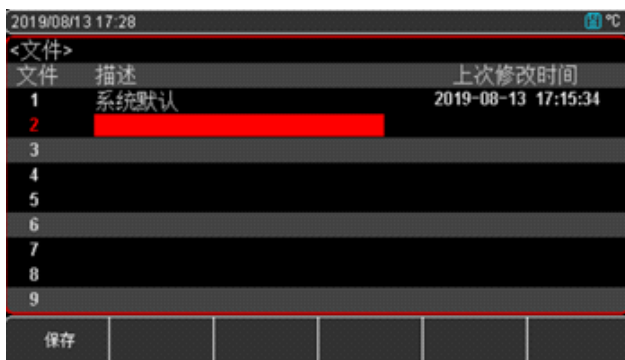

图 8-1-1 <文件>管理页
2. 使用光标键将光标从文件字段移到特定行如文件2所在行（参考图8-1-1），按下屏幕下方【保存】功能键，使用光标键输入文件名，例如"UNIT"。